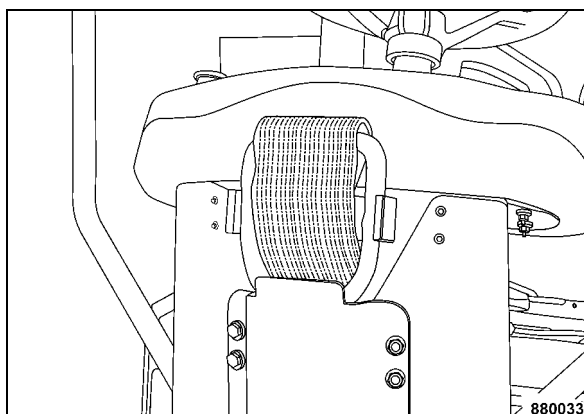

Fig. 84
- Riagganciare l'occhiello di sollevamento al supporto (Fig. 84).